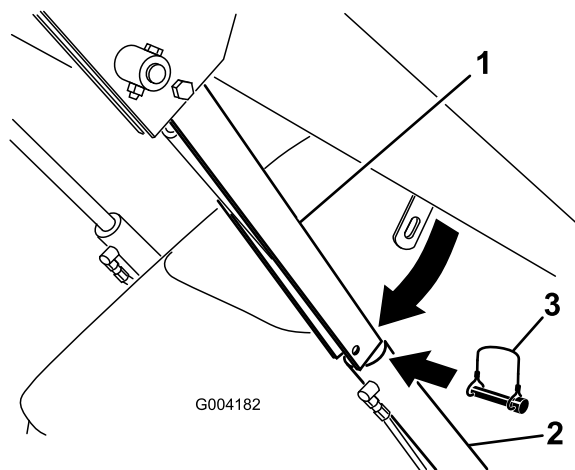

Figura 24
4. Rimuovere l'acciarino che assicura il blocco del cilindro al braccio caricatore (Figura 24).
5. Abbassare il blocco del cilindro sull'asta e fissatelo con l'acciarino (Figura 24).